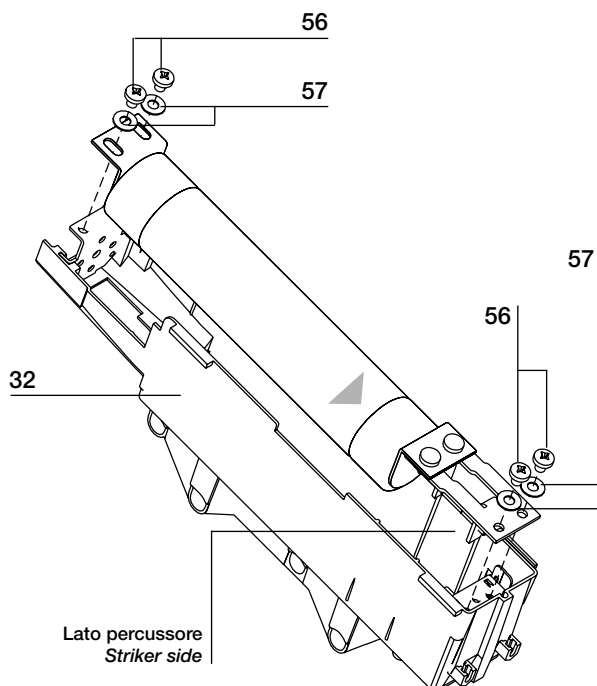

Fig. 17
Il portafusibili (32) (fig. 17) è predisposto per ospitare il fusibile con interasse di fissaggio di 553 mm, per taglie inferiori vengono dati in dotazione tre adattatori, di seguito riportati:
- adattatore (51) per fusibili con interasse di fissaggio $l = 235$ mm
- adattatore (52) per fusibili con interasse di fissaggio $l = 305$ mm
- adattatore (53) per fusibili con interasse di fissaggio $l = 454$ mm.
b) Montaggio dei fusibili (fig. 17)
The fuse-holder (32) (fig. 17) is set to house the fuse with centre fixing distance 553 mm. For smaller sizes three adapter are provided, as indicated below:
- adapter (51) for fuses with centre fixing distance $l = 235$ mm
- adapter (52) for fuses with centre fixing distance $l = 305$ mm
- adapter (53) for fuses with centre fixing distance $l = 454$ mm.
b) Assembly of the fuses (fig. 17)